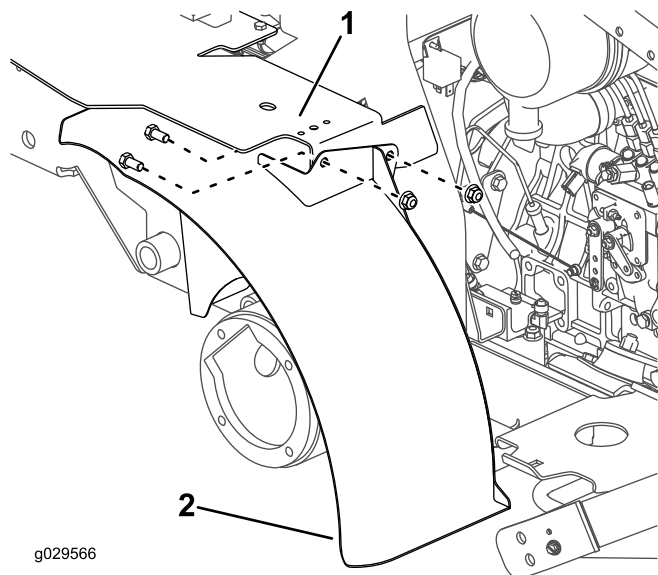

Bild 9
6. Befestigen Sie die Halterung oben am linken Kotflügel lose mit zwei Schrauben (3/8" x 3/4") und 2 Muttern (3/8") an der Kraftstofftankhalterung, wie in Bild Bild 9 gezeigt.